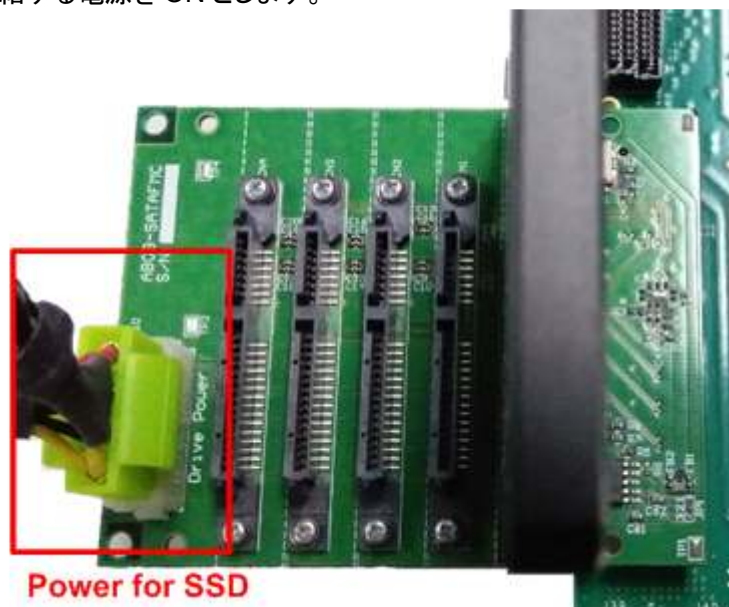

図 1-15 AB09-FMCRAID アダプタの SATA デバイス用電源を投入
- b) SATA アダプタとして AB09-FMCRAID を使う場合、図 1-15 のように SATA デバイス用の 4PIN 電源コネクタから供給する電源を ON とします。